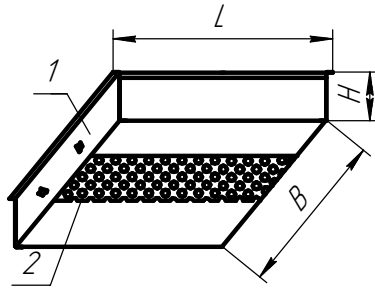

Рисунок 1.1: 1.Корпус в сборе;
4.1 Светильник состоит: из корпуса в сборе поз.1, в котором размещена электрическая схема; решетки поз.2; боковых пластин поз.3, закрепленных на корпусе светильника (рис.1.1; рис1.2).